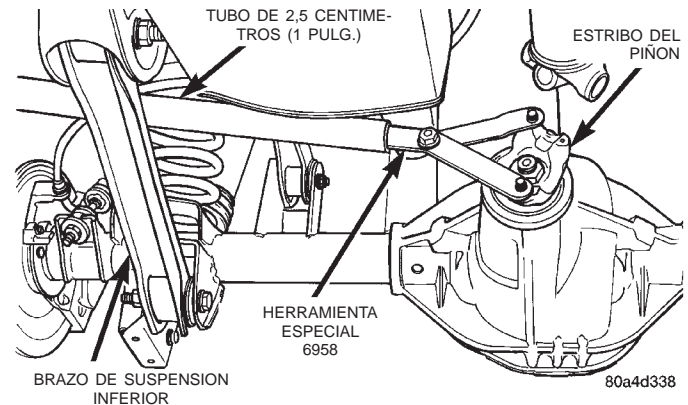

Fig. 9 Herramienta de sujeción del estribo del piñón
(1) Eleve y apoye el vehículo.
(2) Retire los conjuntos de ruedas y neumáticos.
(3) Retire los rotores y calibradores del freno. Consulte los procedimientos correctos en el grupo 5, Frenos.
(4) Marque el eje propulsor y el estribo del piñón, como referencia para la instalación.
(5) Retire el eje propulsor del estribo.
(6) Haga girar el piñón satélite tres o cuatro veces.
(7) Mida la torsión (lbs. pulg.) necesaria para hacer girar el piñón satélite con una llave de tensión tipo cuadrante. Tome esa torsión como referencia para la instalación.
(8) Con un trozo pequeño de tubo y la herramienta de sujeción 6958 sujete el estribo del piñón y retire la tuerca y la arandela del piñón (Fig. 9).